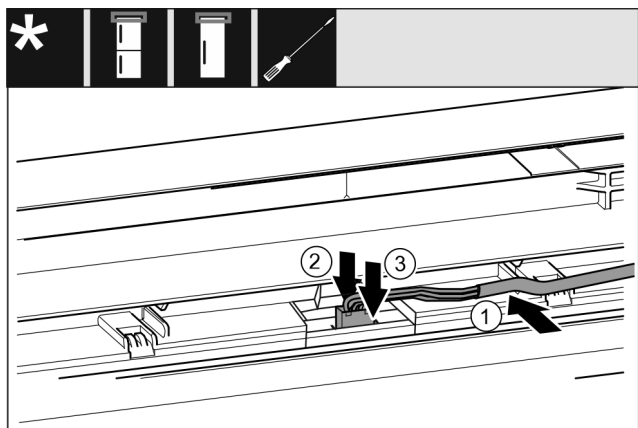

Fig. 33
- ▶ Lägg in grå kabel i styrningen i den övre dörren. Fig. 33 (1)
- ▶ Tryck låsklacken bakåt. Fig. 33 (2)
- ▶ Haka i kontakten. Fig. 33 (3)